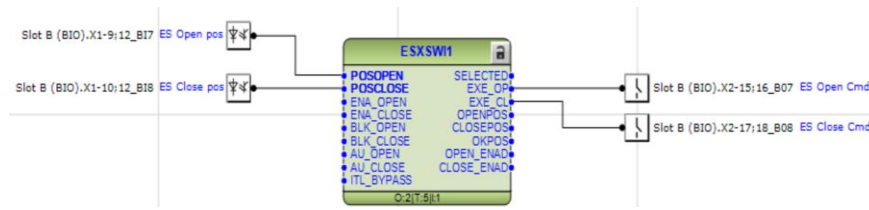

Imagen 100_Bloque ESXSW1 con conexión en 2 entradas y 2 salidas.
2.2.24 Teniendo así el bloque que se observa en la **Imagen 100**: